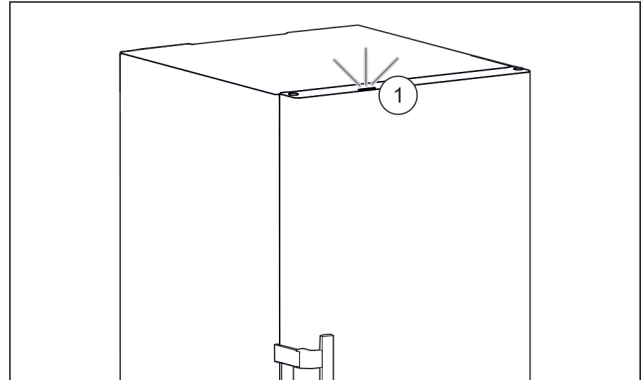

Fig. 90 Aktív állapotjelző lámpa zárt ajtó esetén
- ▷ Állapotjelző lámpa Fig. 90 (1) aktiválva.